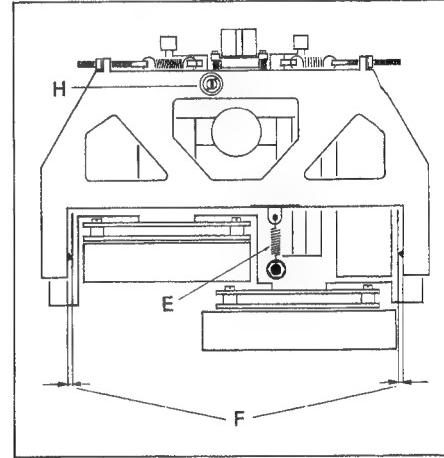

Fig. 3.3
- Der Schwenkträger muss über die Rückzugsfeder [E] geerdet sein (Fig. 3.3, Ansicht von unten).
- The pivoting carrier must be connected to ground via the retraction spring [E] (Fig. 3.3, bottom view).
- Le support des têtes doit être mis à la terre par l'intermédiaire du ressort de rappel [E] (fig. 3.3, vue de dessous).
- Kontrollieren, ob die beiden Gewindestifte an den Drehpunkten des Schwenkträgers so eingestellt sind, dass auf beiden Seiten der Abstand Schwenkträger – Doppelkapstannguss [F] gleich gross ist (Fig. 3.3).
- Die Eintauchtiefe wird mit der Einstellschraube [H] (Fig. 3.3) so eingestellt, dass das andere Ende des Mess-Schiebers sich im Bereich der eingefrästen Markierung befindet.
- Ensure that the two headless setscrews at the pivoting point of the carrier are adjusted in such a manner that the clearance between pivoting carrier and dual capstan casting [F] is identical on both sides (Fig. 3.3).
- Adjust engaged length by adjusting screw [H] (Fig. 3.3) in such a manner that the opposite end of the measuring slide is located within the area of the milled marking.
- Les tiges filetées des points de rotation doivent être réglées de telle façon que la distance entre le support pivotant et le châssis du double cabestan [F] soit la même de part et d'autre (fig. 3.3).
- Ajustez la profondeur de pénétration à l'aide de la vis [H] (fig. 3.3) de façon à ce que l'autre extrémité du curseur soit en face du repère fraisé.